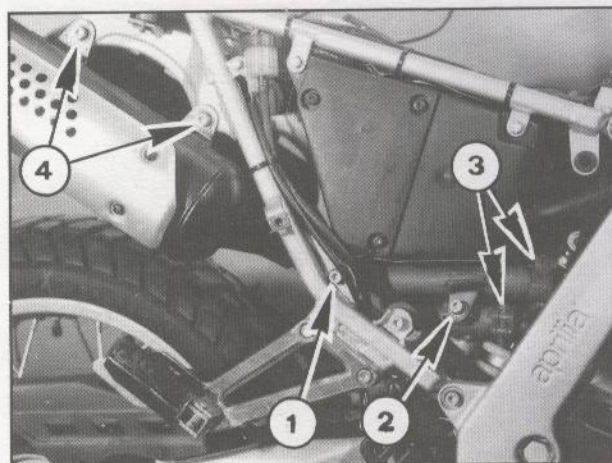
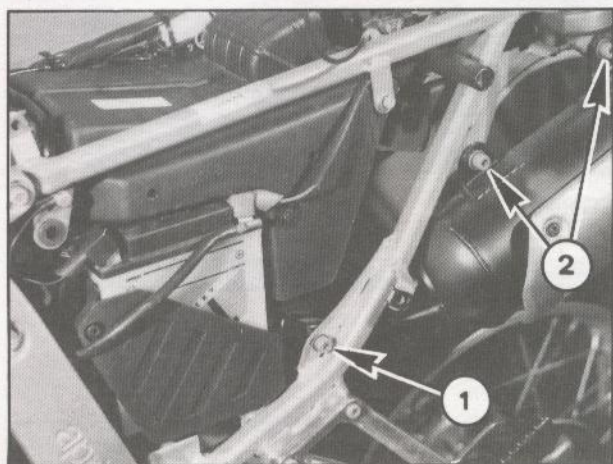

Fig. 42
Fig. 43
- Svitare e togliere le viti (1-2 Fig. 42) e (1 Fig. 43).
- Allentare le due fascette (3 Fig. 42).
- Svitare e togliere le due viti (4 Fig. 42) recuperando il silenziatore destro.
- Svitare e togliere le due viti (2 Fig. 43) recuperando il silenziatore sinistro.
- Unscrew and remove the screws (1-2 Fig. 42) and (1 Fig. 43).
- Loosen the two clamps (3 Fig. 42).
- Unscrew and remove the two screws (4 Fig. 42); the right-hand silencer can now be removed.
- Unscrew and remove the two screws (2 Fig. 43); the left-hand silencer can now be removed.